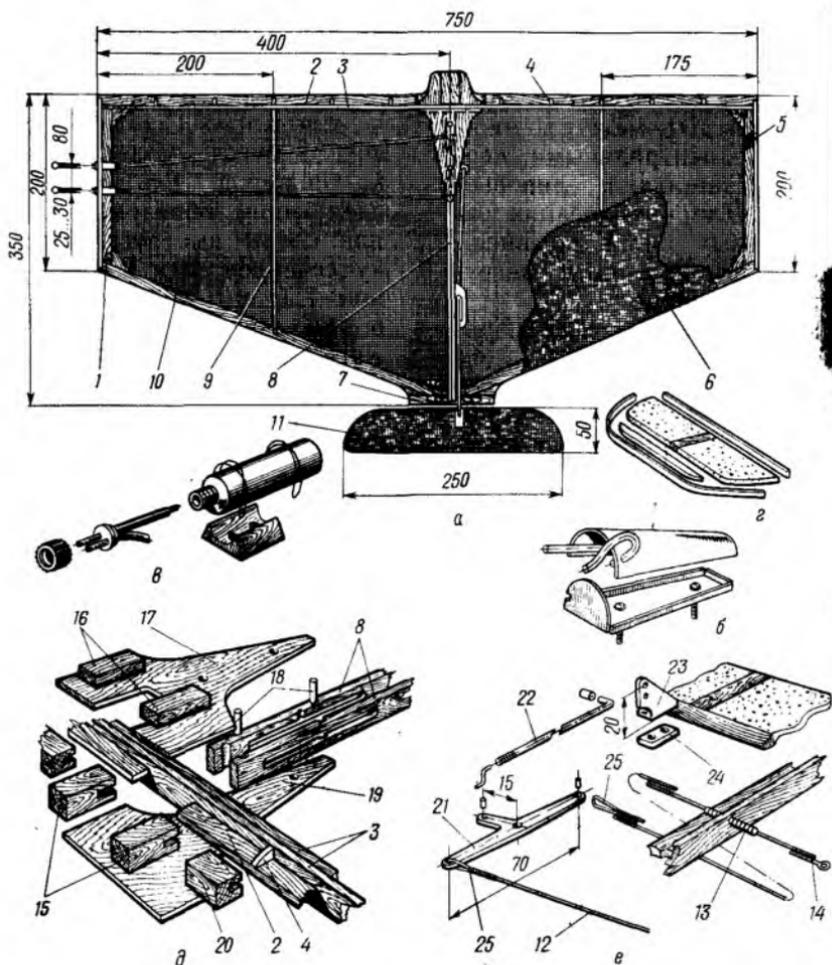

Рис. 38. Модель воздушного боя «Юниор»:
**Кордовая модель воздушного боя «Юниор»** (рис. 38) разработана под двигатель с рабочим объемом 1,5 см3. Выполнена она по схеме «летающее крыло». Основной силовой элемент модели — кромка-лонжерон. Его выполняют следующим образом: из липы или сосны выстругивают рейку сечением 20×3 мм и длиной 750 мм, к боковым сторонам которой приклеивают еще три рейки сечением 10×3 мм: с передней — перпендикулярно по середине, а задней — две по краям. Получается достаточно прочный лонжерон со сложным двутавровым сечением.
Как один из вариантов можно применить и мягкий бак — полиэтиленовый флакон из-под моющих средств объемом 45—55 см3. Его крепление показано на рис. 38.